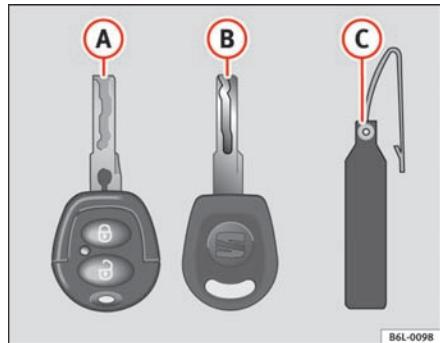

Fig. 45 Juego de llaves
- una llave con mando a distancia ⇒ fig. 45 A con espadín desplegable*,
Sólo es posible hacer duplicados con el número de la llave del llavero de plástico ⇒ fig. 45 B. Por este motivo: